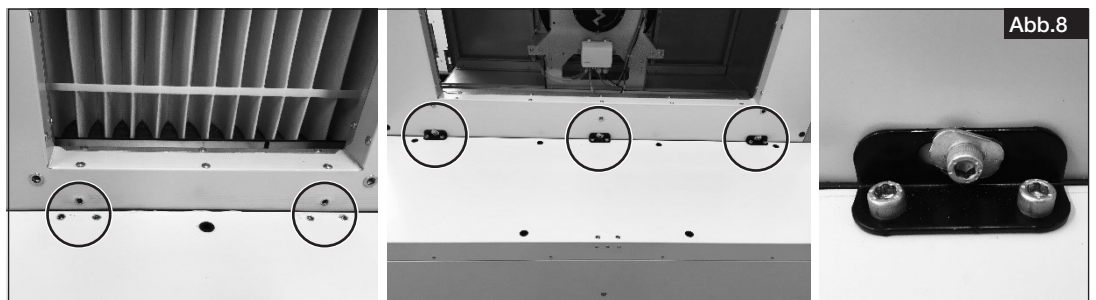

Abb.8
6. Blechteile auf der Vorheizung montieren. AIR1-Gerät wie folgt mit der Vorheizung verbinden (s. Abb. 8).